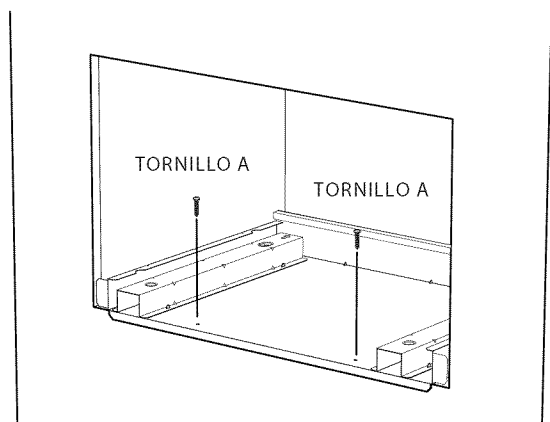

Ilustración 3
2. Asegure el conjunto del ducto inferior con dos tornillos A (1 $\frac{3}{16}$ "). **IMPORTANTE:** Asegure los tornillos en el interior del gabinete. Vea la ilustración 3.